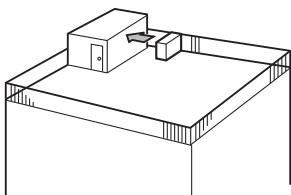

Fig. 2-3
- ① Direccione a saída de ar para a parede mais próxima a uma distância de cerca de 50 cm. (Fig. 2-3)